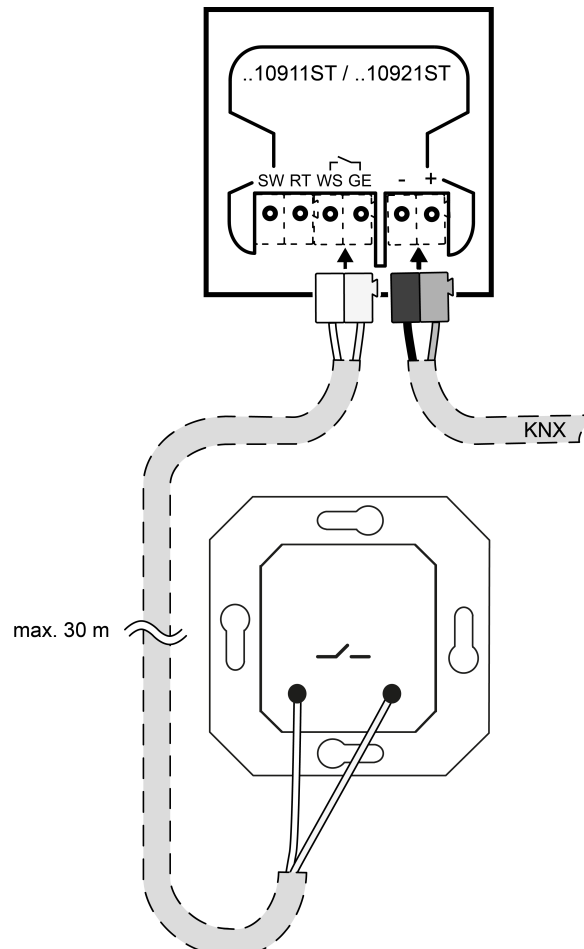

Bild 5: Installationstaster anschließen
- Optional: Externe Schaltkontakte (z.B. Installationstaster oder Reed-Kontakte) an Verbindungsklemme anschließen (Bild 5).
Externe Schaltkontakte anschließen (Bild 5)